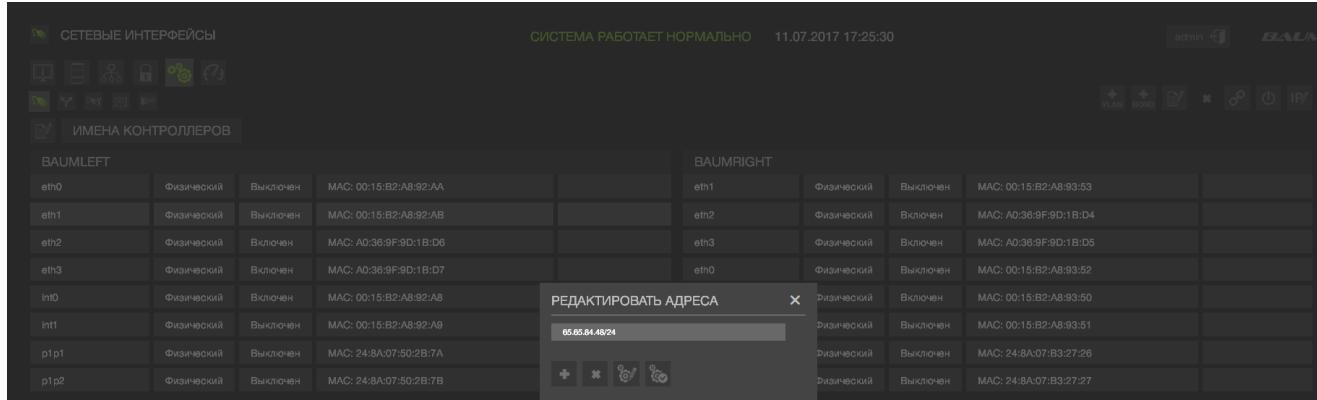

Рисунок 21 – Удаление псевдонима контроллера
- 1) Перейти на вкладку «Настройки» → «Сетевые настройки» (см. Рисунок 21). На ней отображены все сетевые интерфейсы изделия с их текущими настройками и состояниями: